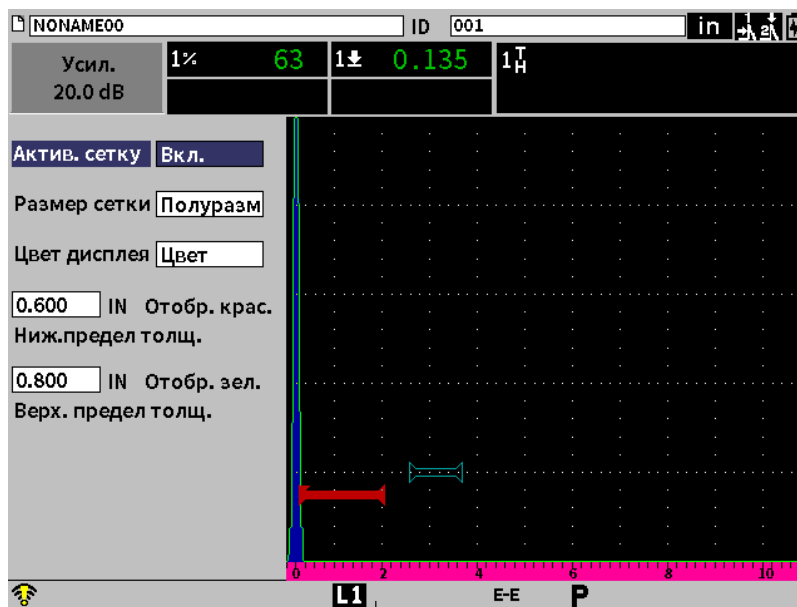

Рис. 9-25 Диалоговое окно Сетка
4. Нажмите клавишу Enter, чтобы открыть диалоговое окно **Сетка** (см. Рис. 9-25 на стр 137).